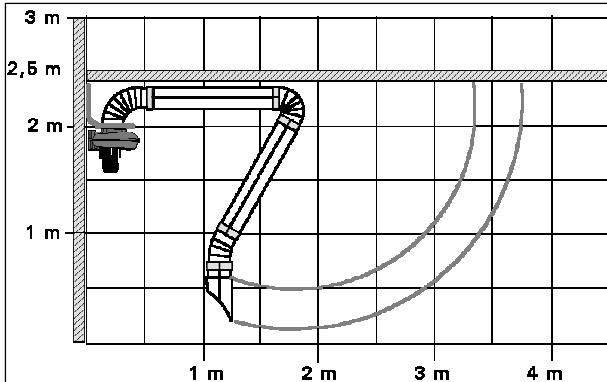

Fig. 1.02
- Voir fig. 1.02; ventilateur tourné 180°